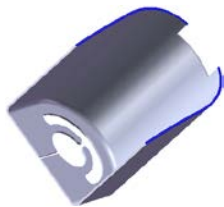
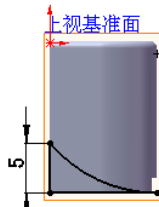

图 4.22 切除—拉伸 4
图 4.23 横断面草图
Step7. 创建图 4.22 所示的切除—拉伸 4。选择下拉菜单 **插入(I)** → **切除(C)** → **拉伸(E)...** 命令; 选取上视基准面作为草图平面, 绘制图 4.23 所示的横断面草图; 在 **方向 1** 区域的  下拉列表中选择 **完全贯穿** 选项, 取消选中 ☐ **正交切除(N)** 复选框; 选中 ☒ **方向 2** 复选框, 其他采用系统默认设置值。